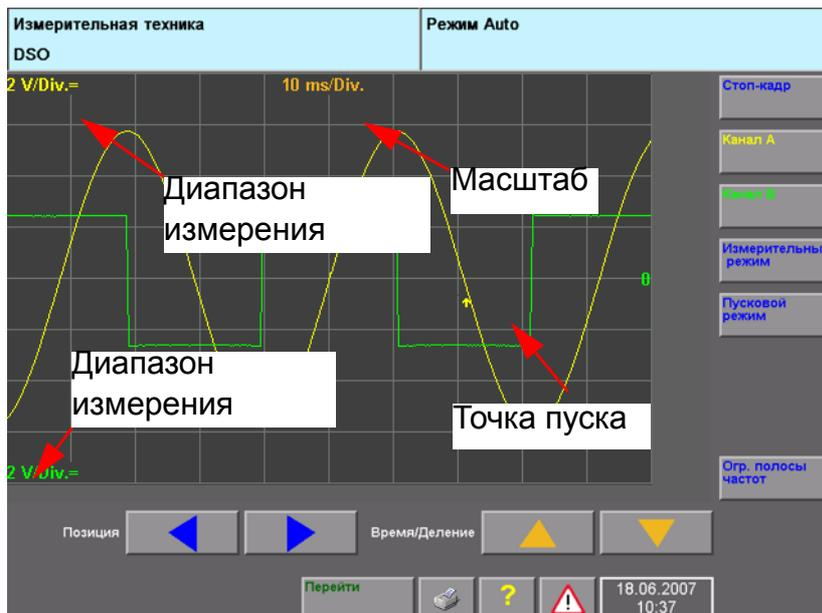

Рис. 5-12 Окно «DSO», базовая установка
В первый раз окно «DSO» вызывается в соответствии с базовой установкой (рис. 5-12).
- При выборе пункта «DC» («Постоянный ток») отображается доля постоянного и переменного напряжения в измерительном сигнале. Установленное согласование постоянного тока отображается на сенсорном экране с помощью символа «=» (например, «2 В/дел.=», см. рис. 5-12).